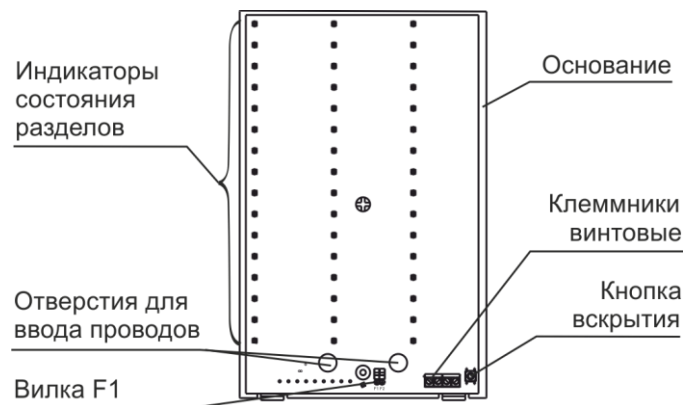

Рисунок 2
**4.1** Конструктивно БИР выполнен в виде блока, состоящего из основания и съемной крышки. Внутри блока смонтирована печатная плата с радиоэлементами (рисунок 2).
2	Через отверстия для ввода проводов (см. рис.2) на основании и плате БИР завести провода для подключения питания и интерфейса связи с БИ
3	Через отверстия для ввода проводов (см. рис.2) на основании и плате БИР завести провода для подключения питания и интерфейса связи с БИ